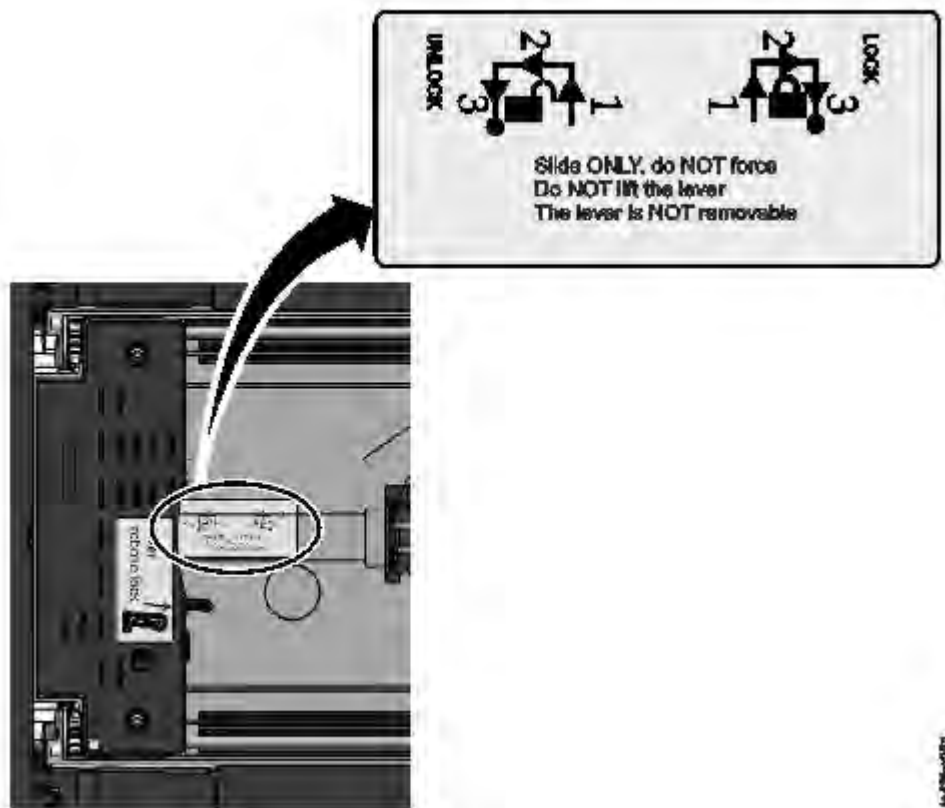

Figure 81. Déverrouillage du robot
10. Déverrouillez le levier et mettez le manipulateur de côté. Voir Figure 81, à la page 186.